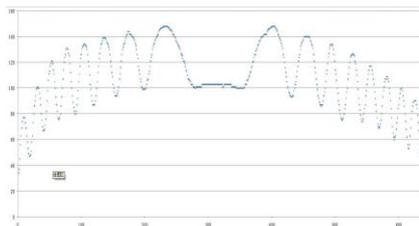

图 10 EXCEL 中的散点图
6. 在生成的 4 列数据表格中选取第 1 列(灰度)。即点击第一行“A”。在菜单中选取插入-散点图作图(如图 9), 得到 excel 散点图, 如图 10。散点图可以拉开放大。如果数据标记(点)太大可更改, 方法是: 点击剖面线图中波形线, 再按右键选择数据系列格式->数据标记选项->内置更改类型(圆点)与大小(2)。